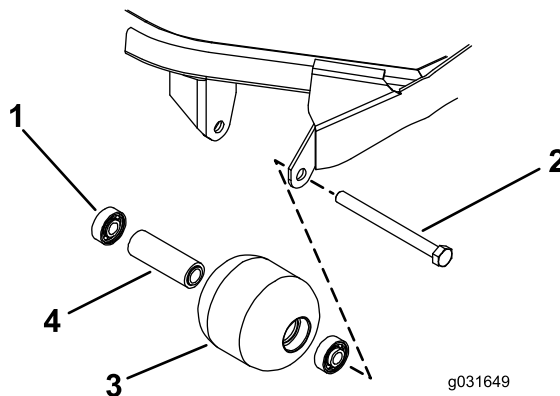

図 75
1. ローラ取り付けボルトを外す 図 75。
4. ローラハウジング、ベアリング、ベアリングスペーサに破損がないか点検する 図 75。
1. アウターレースのみを押すか、インナーレースとアウターレースを均等に押すかして、最初のベアリングをローラハウジングに押し込む 図 75。
2. スペーサを入れる 図 75。
3. アウターレースのみを押すか、インナーレースとアウターレースを均等に押すかして、第二のベアリングをローラハウジングに押し込んでスペーサと接触させる 図 75。